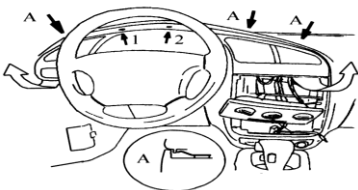

Рис. 5
- 8) Открутите шурупы над приборной панелью (рис. 5). Снять декоративную панель торпеды, аккуратно приподнимая нижнюю часть панели, чтобы не загнуть скобы, и опуская вниз вытяните на себя. Отсоедините все разъёмы.